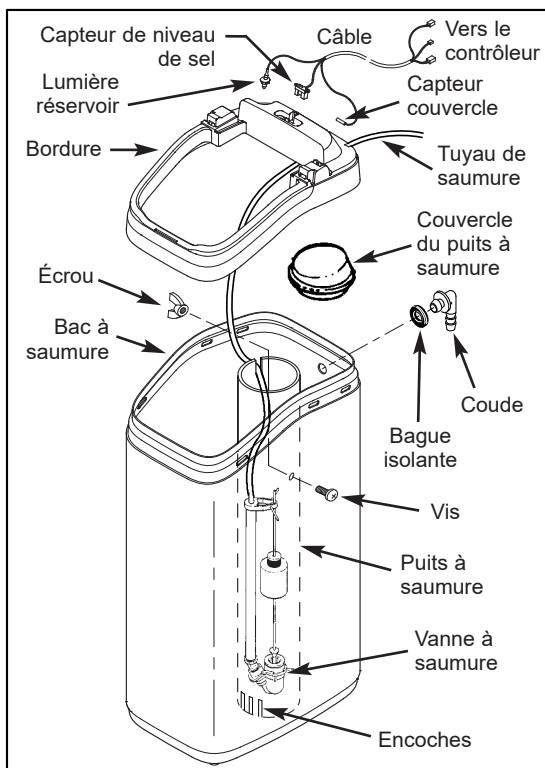

FIG. 4
- Remettez la bordure sur le bac à saumure (voir la Fig. 4).
c. Glissez la vanne à saumure dans le puits à saumure. Engagez le tuyau dans l'encoche supérieure du puits (Fig. 4), puis faites-le sortir du bac par le trou à l'arrière de la bordure.
f. Repérez le câble du bac à saumure dont une extrémité est branchée à l'arrière du contrôleur électronique (PWA). Sur l'autre extrémité du câble, identifiez la lumière du réservoir, le capteur de niveau de sel et le capteur du couvercle. Insérez chacun d'eux dans les encoches correspondantes de la bordure, comme l'illustre la figure 4.